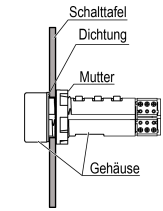

Abb. 1 Montage
- Platzieren Sie die mitgelieferte Dichtung vorsichtig (siehe Abb. 1).